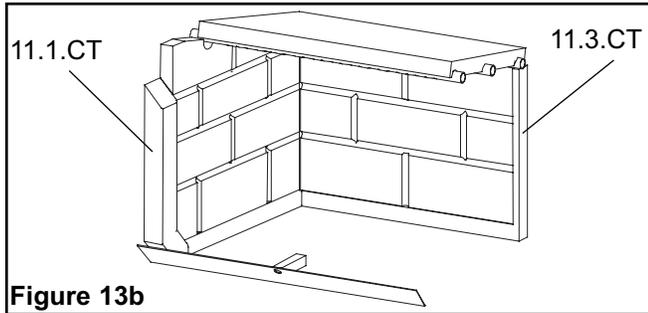

Figure 13b
4. Placez la pierre arrière (11.3.CT), puis placez la pierre de gauche (11.1.CT). Référez-vous à la Figure 13b pour bien les orienter.